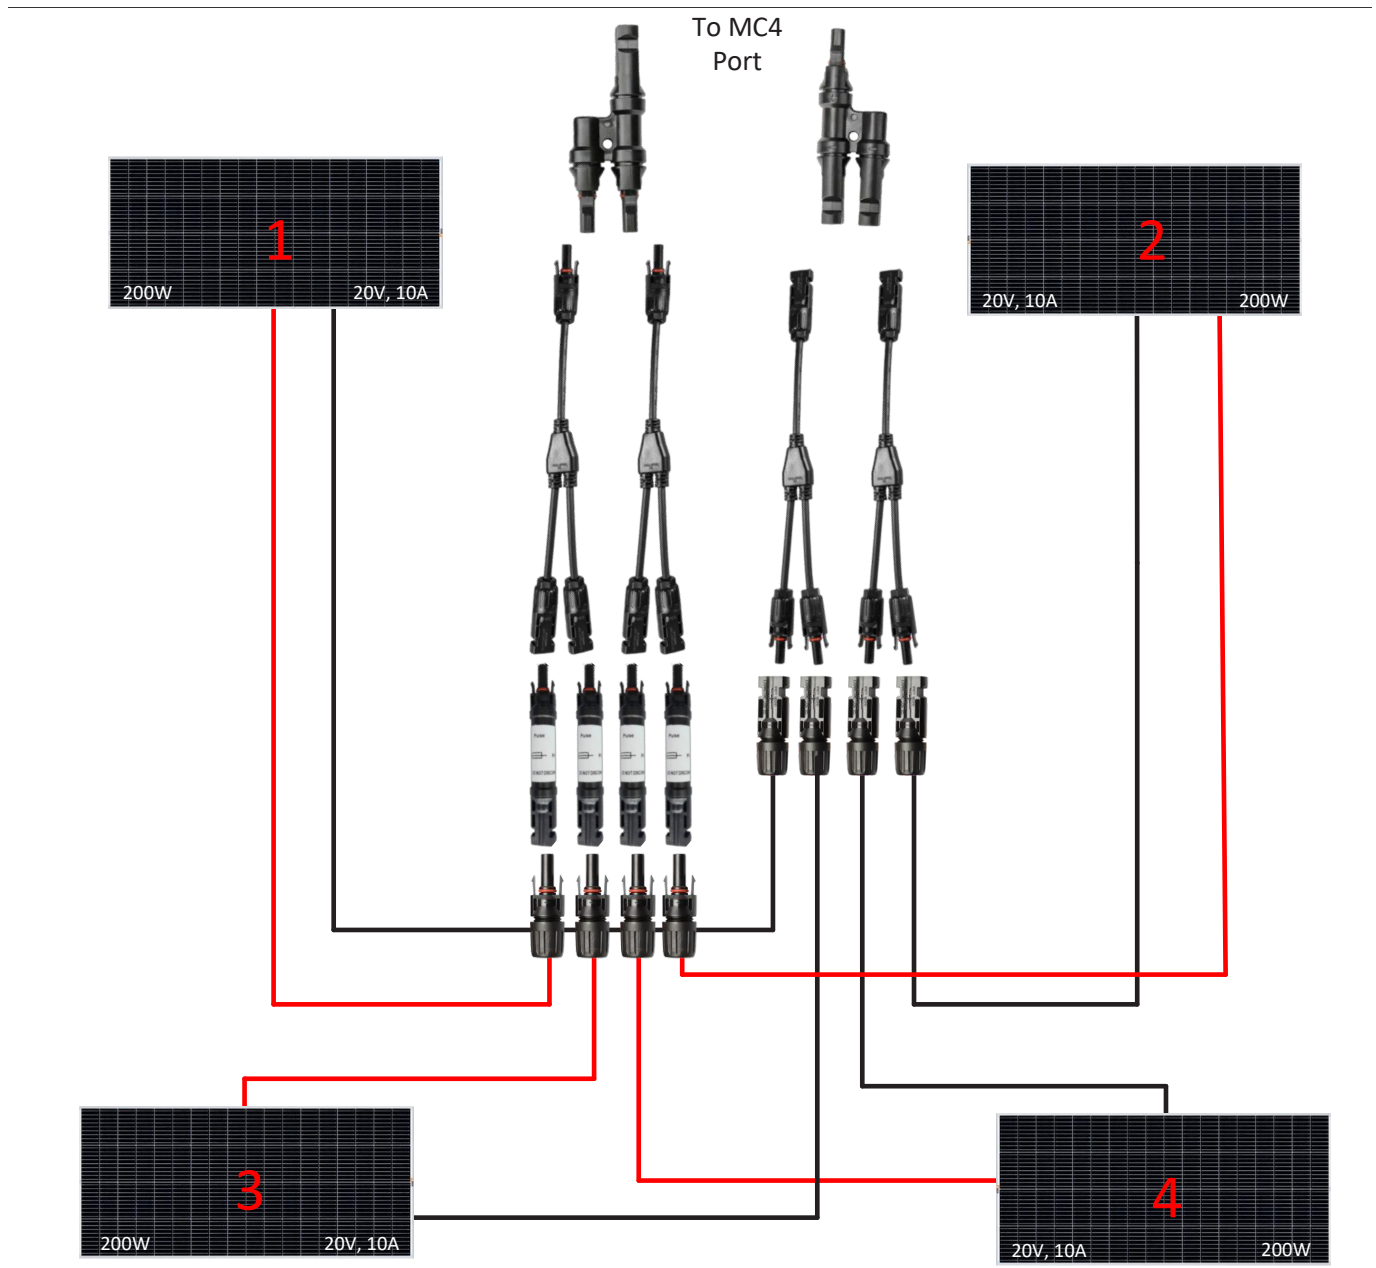

Figure 11
11. Commencez à câbler les panneaux ensemble selon les schémas ci-joints (schéma de câblage actuel - Figure 11, page 11, NOUVEAU schéma de câblage - Figure 12, page 12). Installez la rallonge (56 po - N° de pièce T113021 pour le plan de toit 3250, 24 po - N° de pièce 104366 pour tous les autres plans de toit) (Figure 10).
12. Le câblage actuel combine (4) panneaux solaires de 200 W en parallèle (Figure 11).